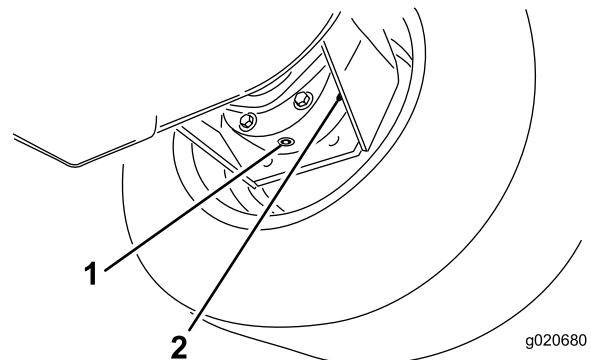

Figura 62
3. Coloque un recipiente debajo del alojamiento del freno, retire el tapón y deje que se drene el aceite (Figura 62).